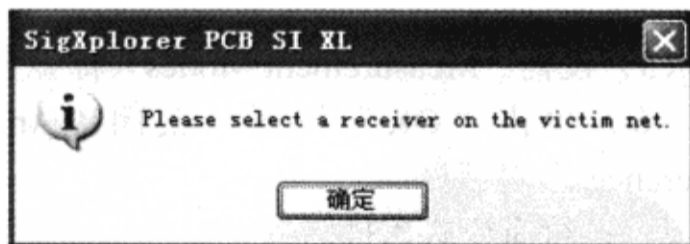

图 3-10-44 提示信息
② 执行菜单命令“Analyze”→“Simulate”，弹出提示窗口（为被攻击网络选择接收器），如图 3-10-44 所示。